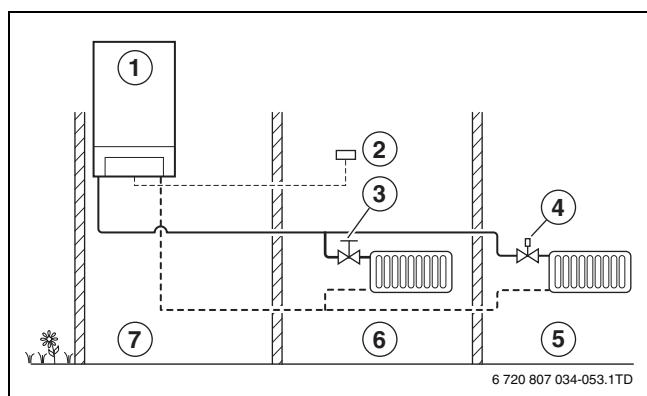

Рис. 23 Регулирование по комнатной температуре
- При регулировании по комнатной температуре требуемая температура в 1 помещении регулируется установленном в нём пультом управления (комнатным регулятором). Для правильного регулирования температуры отопительные приборы должны иметь ручные или терmostатические вентили должны быть полностью открыты (→ рис. 23).